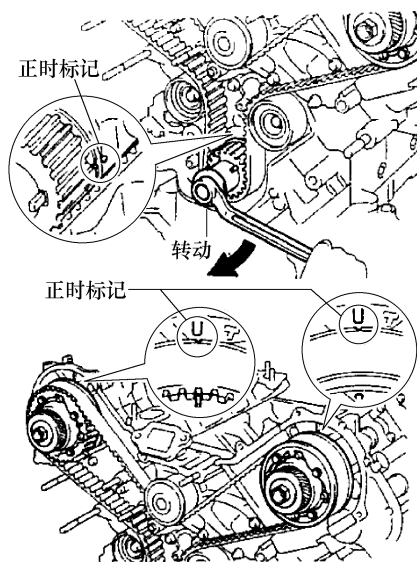
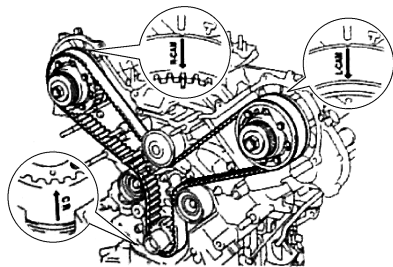

图 1-17 正时标记对准
图 1-18 检查正时带的安装标记
① 将1号气缸设置到压缩行程上止点(TDC)位置。
b. 顺时针旋转曲轴,使曲轴正时带轮和凸轮轴正时带轮的正时标记,如图1-17所示。
② 如果要重复使用正时带,则检查正时带上的安装标记。
a. 如图1-18所示,通过转动曲轴,检查